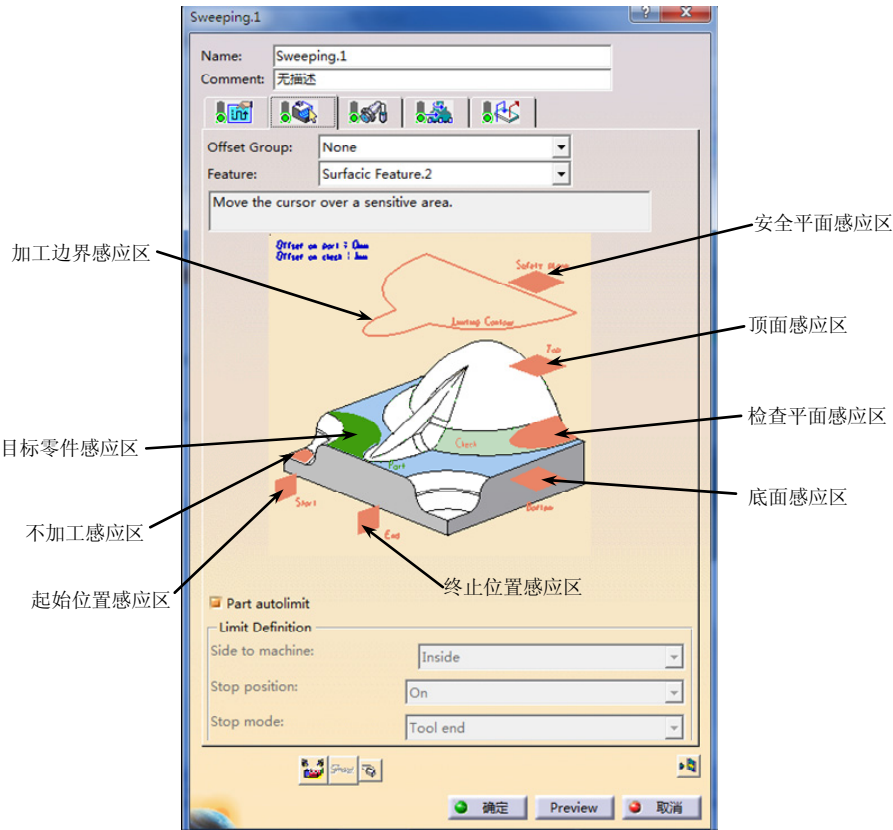

图 2-104 几何参数选项卡 (5)
单击“Sweeping.x”对话框中的, 切换到几何参数选项卡 (5)，如图 2-104 所示。